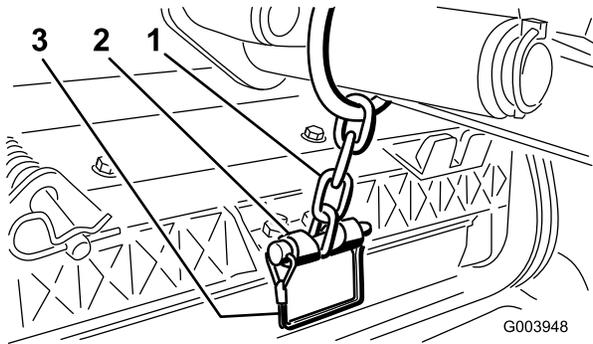

Bild 12
12. Befestigen Sie die Hubarmkette mit dem Einraststift an der Kettenhalterung (Bild 12). Verwenden Sie die Anzahl der Kettenglieder, die in der *Bedienungsanleitung* des Mähwerks beschrieben ist.